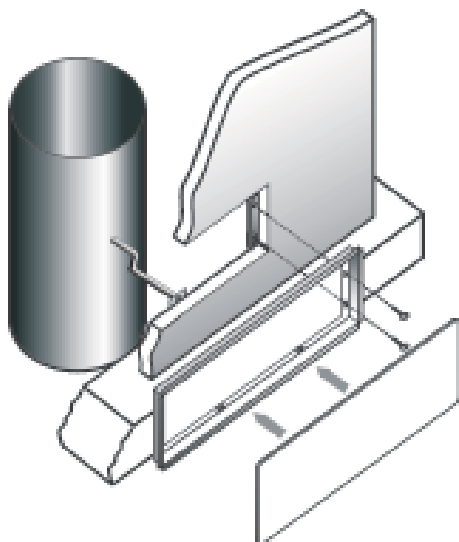

Fig. 5.9.1
- a) Drill a hole of about 37x13.8 cm on the plasterboard protection hood corresponding with the axis of the fume valve pin. Now insert the counter frame and fix it by means of the two brackets (vertically and horizontally), tightening the cross-head screws as indicated in figure 5.9.1.
a) An der Gegenhaube aus Gipskarton eine Öffnung mit ca. 37 x 13.8 cm zentral zur Achse des Stifts des Flügelventils für den Rauch anbringen. Nun den Gegenrahmen einsetzen und mit den beiden Bügeln (senkrecht und waagrecht) befestigen, indem die Kreuzschrauben, wie bei Abbildung 5.9.1 angegeben, festgeschraubt werden.